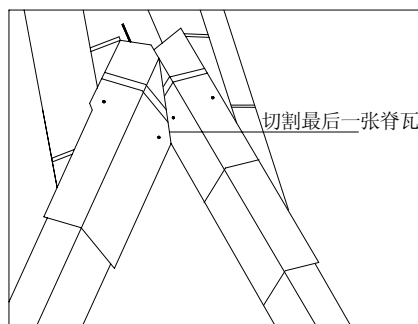

图6 脊瓦
7、剪裁每条斜屋脊最后一张脊瓦，使它们在屋顶的交会处自然贴合，如图 6：